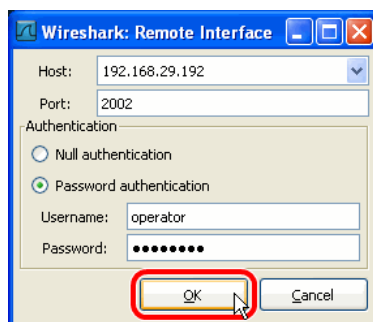

Abbildung 183: Wireshark Remote Interface Dialog.
4. Machen Sie dort die Einstellungen für **Host** und **Port** (Standard ist '2002') und geben Sie **Username** und **Password** in die entsprechenden Felder ein, falls **Password authentication** erfordert wird (siehe Abbildung 183).